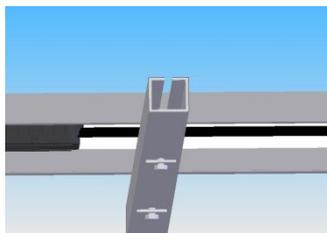

Bild: 7
- Die PV Module können auch an den vorgefertigten Befestigungslöchern am Montagegestell angebracht werden. Verschrauben Sie das Modul an mindestens vier Stellen der auf der Rückseite des Modulrahmens befindlichen Befestigungspunkte und benutzen Sie dafür bitte Schrauben, Muttern und Unterlegscheiben des Formats M6 8.8 (siehe Bild 7, 8 & 9). Die Art und Weise der Befestigung muss durch **ILB HELIOS** genehmigt sein, sonst übernimmt **ILB HELIOS** keinerlei Garantie für das Modul.